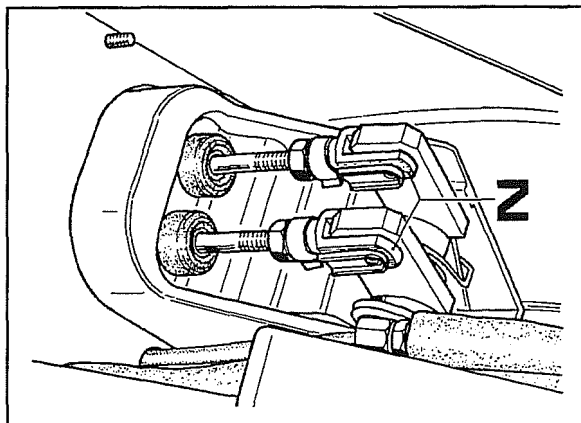

Fig. 7
- d. Scollegare i puntali delle pompe dai leveraggi tramite le forcelle **Z** fig.7 quindi dal lato opposto, svitare le viti che fissano le pompe al telaio.
- Collegare i puntali delle pompe ai relativi leveraggi tramite le forcelle **Z** fig.7 registrando le stesse in modo tale che i puntali non esercitino alcuna azione sui leveraggi.